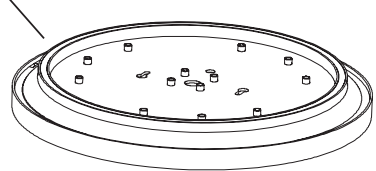

Fig. 2
2. Desserrez la vis de calage (4) qui fixe l'assemblage du diffuseur (6) sur le panneau arrière (5) et dévissez le diffuseur de la plaque en tournant en sens antihoraire
3. Alors que l'alimentation est coupée, insérez partiellement les vis (3) dans les trous filetés de votre boîte de connexion.
4. L'alimentation étant coupée, soutenir solidement l'appareil et raccorder le fil de mise à la terre vert de l'appareil au fil de mise à la terre en cuivre nu de la boîte de jonction à l'aide d'un capuchon de connexion (4). Si l'alimentation ne comporte pas un fil de mise à la terre, Consulter votre code d'électricité local et suivre les méthodes de mise à la terre conformes.
5. À l'aide de capuchons de connexion (4), raccorder le fil noir de l'appareil au fil d'alimentation noir et le fil blanc de l'appareil au fil d'alimentation blanc.
6. Appliquez des perles de matériel de calfeutrage à base de silicone (non fourni) autour de la rainure qui se trouve à l'arrière de la plaque arrière. L'application de matériel de calfeutrage sur la rainure permet d'assurer l'existence d'un sceau étanche à l'eau sur la surface de montage. **Voir Fig. 2.**
sur la tête des vis installées sur la traverse, soulever l'appareil, tourner dans le sens horaire et serrer les vis afin de fixer le boîtier au plafond. **Voir la Fig. 2.**
2. Loosen **Set Screw (1)** securing **Diffuser Assembly (3)** to **Backplate (2)** and unscrew diffuser from backplate by turning counterclockwise
3. **With power turned off**, partially install **Screws (4)** into threaded holes in your junction box.
4. Hold the fixture firmly and connect the green ground wire from the fixture to the bare copper ground wire from the junction box using **Wirenut (5)**. *If house wiring does not include a ground wire, consult your local electrical code for approved grounding methods.*
5. Use **Wirenuts (5)** to connect black fixture wire to the black power supply wire and white fixture wire to the white power supply wire.
6. Apply bead of silicone caulk (not provided) around entire groove on back side of backplate. Bead of caulk to extend above groove to assure watertight seal with mounting surface. **See Fig. 2.**
7. **Align keyholes in fixture Housing Assembly** over the previously installed screw lift fixture up, rotate clockwise and tighten Screws to secure Housing Assembly against ceiling. **See Fig. 2.**
1. Saque los componentes del luminario y paquete(s) de piezas. Compruebe que todas las piezas estén incluidas. **Vea Fig. 2.**
2. Afloje el **Tornillo de sujeción (1)** asegurando el **Conjunto del difusor (3)** a la **Placa posterior (2)** y destornille el difusor de la placa posterior girando a la izquierda.
3. Apague para instalar parcialmente los **Tornillos (4)** en los orificios roscados en su caja de unión.
4. Con la electricidad apagada, sostenga el luminario firmemente y conecte el alambre verde de tierra del luminario al alambre de cobre descubierto de tierra de la caja de ensambladura usando un **Capuchón de Alambres (5)**. *Si el alambrado de la casa no incluye un alambre de tierra, consulte su código eléctrico local para los métodos aprobados de hacer tierra.*
5. Use **Capuchones de Alambres (5)** para conectar el alambre negro del luminario al alambre negro de suministro de electricidad y el alambre blanco del luminario al alambre blanco de suministro de electricidad.
6. Aplique una capa de masilla de silicona (no suministrada) alrededor del surco en la parte posterior de la placa posterior. La capa de masilla debe extenderse sobre el surco para asegurar un sellado hermético con la superficie de montaje. **Consulte la Fig. 2.**
7. **Alinee los "keyholes" del Ensamblaje de la Carcasa** del Luminario sobre las cabezas de los tornillos previamente instalados en la Barra Transversal, levante el luminario hacia arriba, gire a su derecha y apriete los tornillos para asegurar el Ensamblaje de la Carcasa contra el techo. **Vea Fig. 2.**